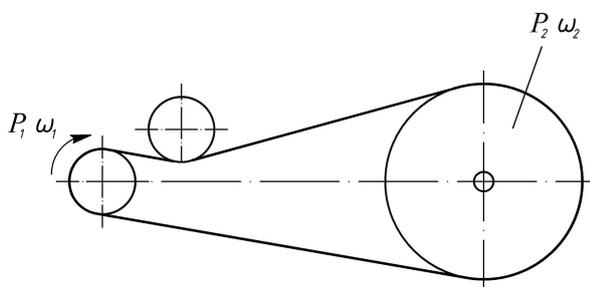

Рис. 7.3. Расчетная схема к задаче № 3
3. Рассчитать плоскоремennую передачу с натяжным роликом (рис. 7.3). Мощность на ведущем шкиве P_1 , его угловая скорость ω_1 , угловая скорость ведомого шкива ω_2 приведены в табл. 7.3. Режимом работы передачи задаться.